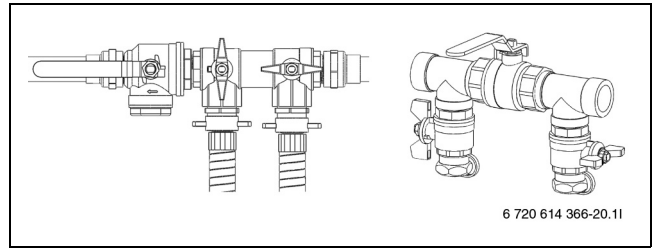

Bild 28 Befülleinrichtungen in Druckerhöhungsposition
- Nach erfolgter Entlüftung Kreis unter Druck setzen. Ventile der Befülleinrichtung auf Druckerhöhungsposition stellen und Kreis mit 2,5 bis 3 bar unter Druck setzen (→ Bild 28).